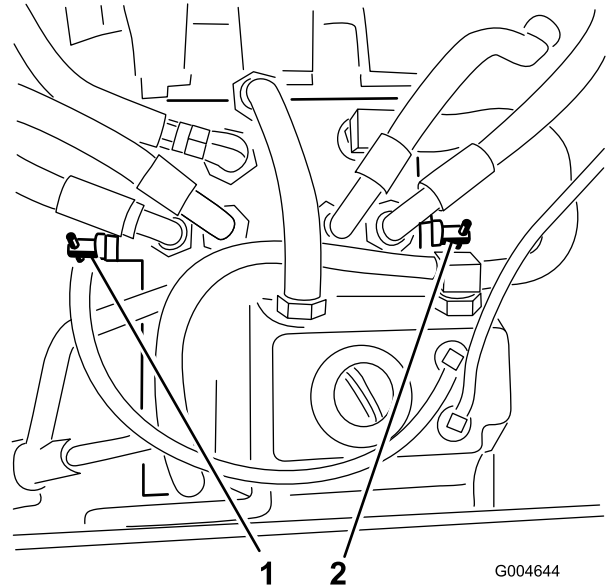

Figure 25
2. Localisez les vannes de dérivation (Figure 25) et tournez-les d'un tour dans le sens antihoraire.
4. Fermez les vannes en les tournant d'un tour dans le sens horaire (Figure 25).